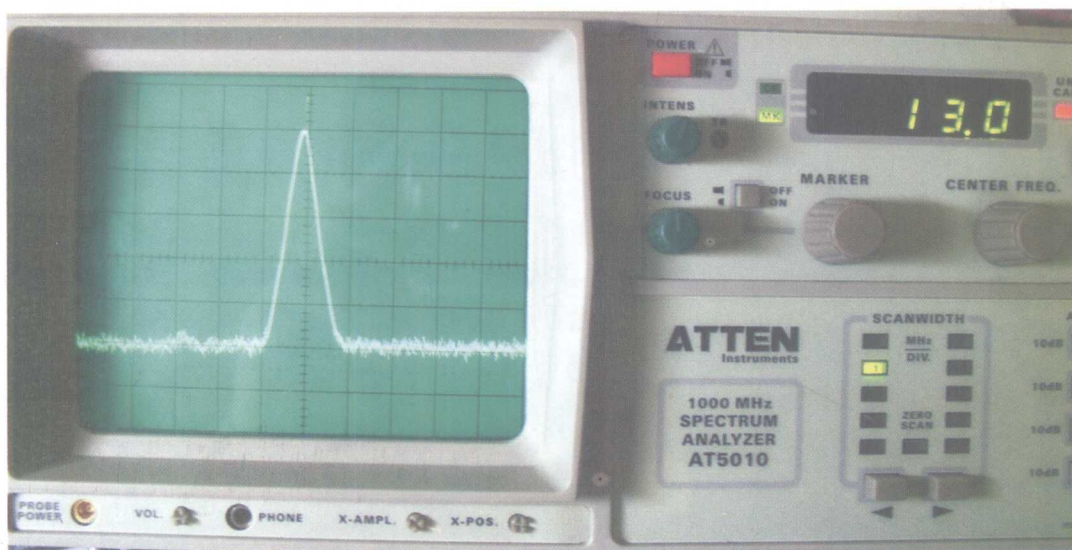
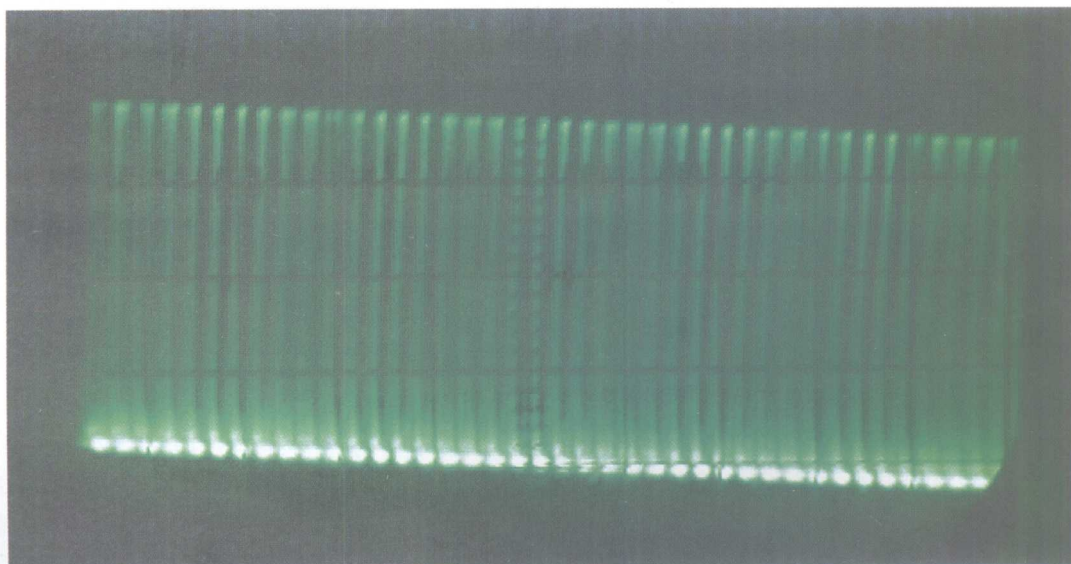

图 1 频谱分析仪检测到的 13MHz 逻辑时钟信号
图 2 10MHz 示波器检测到逻辑电路中的数据信号
- (1) 开机触发信号: 开机按键产生。可用万用表或示波器检测。
- (2) 逻辑电源、时钟电源: 电压信号, 给逻辑电路及基准频率时钟电路供电。可用万用表或示波器检测。
- (3) 时钟信号: 手机电路中的基准频率时钟电路通常产生 13MHz 的信号, 但也有 26MHz 的信号。经处理后送到逻辑电路作逻辑时钟的信号都是 13MHz, 该信号可用频率计、示波器或频谱分析仪检测。需注意的是, 手机电路中还有各种各样的时钟, 如 32.768kHz 的实时时钟、8kHz 的 PCMSCLK、520kHz 的 PCMDCLK 等。图 1 所示的就是用频谱分析仪所检测到的 13MHz 逻辑时钟信号。如果用示波器检测, 调节好 SEC/DIV 后, 应可以看到正弦波。
- (4) 复位信号: 复位信号是一个电压信号, 最好使用示波器检测。复位信号通常由电源电路或一个专门的复位信号产生电路输出, 到逻辑电路。
- (5) 开机维持信号: 该信号是由逻辑电路输出到电源电路, 维持电源电路工作的。可用示波器或万用表检测。
- (6) 逻辑电路中的信号: 逻辑电路中的信号通常是一些随机的数字信号, 一般条件下只能靠经验判断, 比较信号的正常与否。图 2 所示的就是用 10MHz 示波器检测到的逻辑电路信号之一。